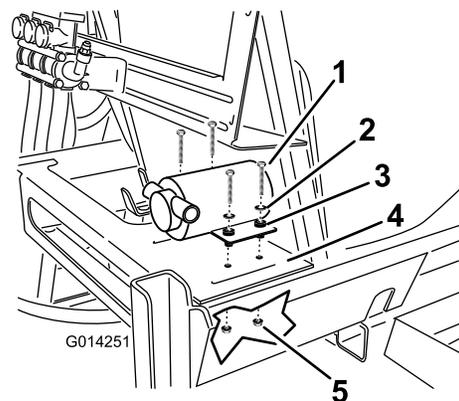

図 19
1. 付属部品の中からポンプを探し出し、メイン・タンクの後部右側にあるプラットフォームのタンク・フレームに取り付ける (図 19)。
2. ボルト 4 本、ワッシャ 4 枚、ロックナット 4 個を使用して、ポンプをフレームに固定する (図 19)。